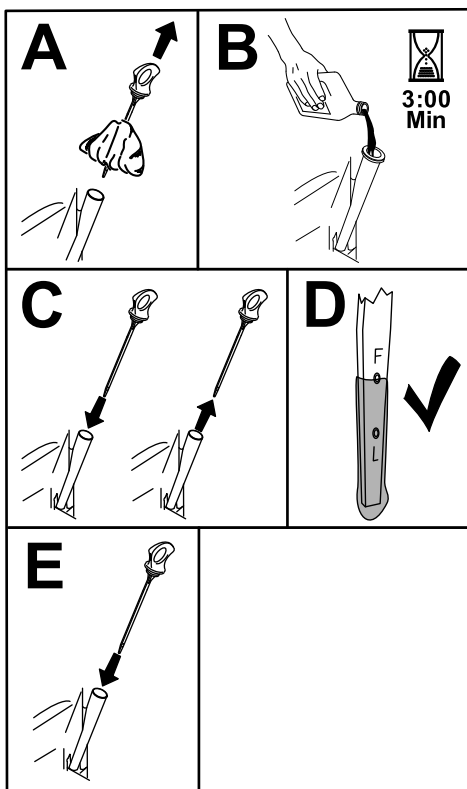

Figura 49
5. Versate lentamente circa l'80% dell'olio indicato nel tubo di rifornimento e sempre con cautela rabboccate l'olio necessario per portarlo alla tacca di Pieno (Figura 49).